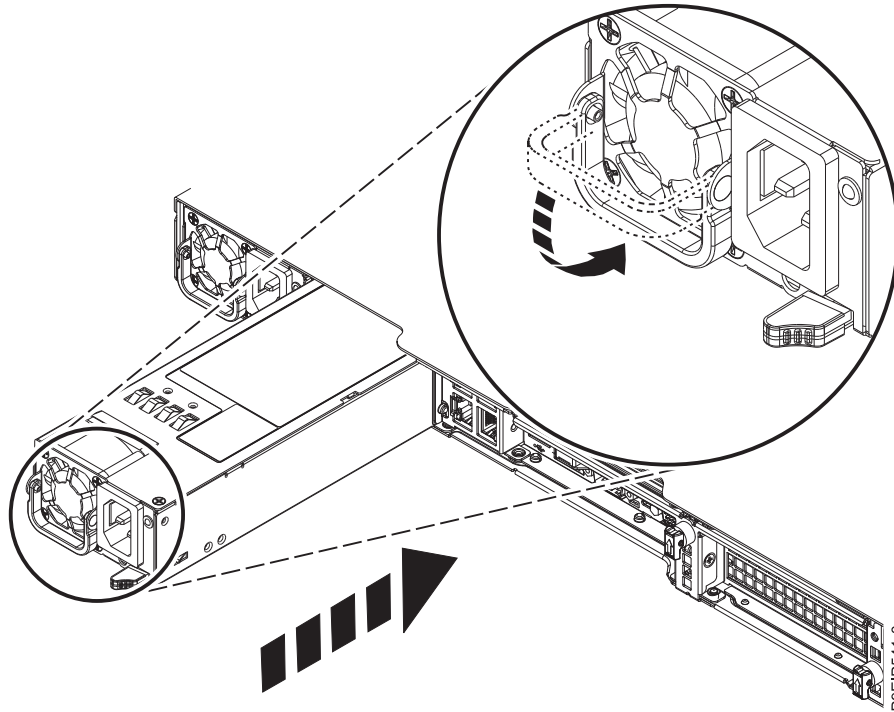

Figura 34. Substituindo a fonte de alimentação no sistema
2. Alinhe a fonte de alimentação com o compartimento conforme mostrado na Figura 34 na página 35. O ventilador está à esquerda; o plugue está à direita. Deslize a fonte de alimentação no sistema até que a trava seja bloqueada no lugar.